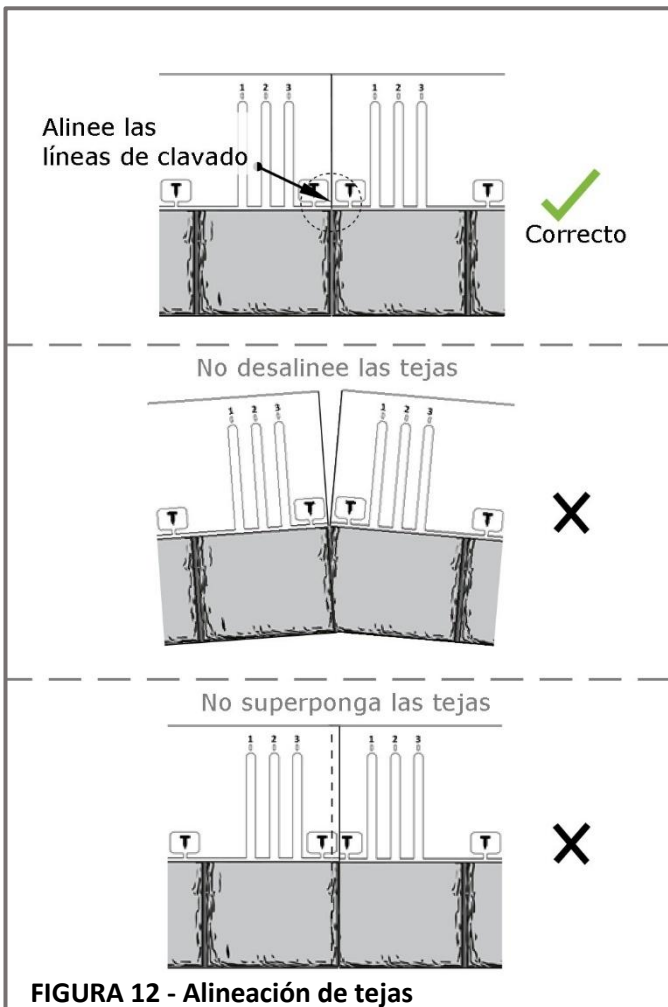

FIGURA 12 - Alineación de tejas
- Al instalar tejas lado a lado, asegúrese de que los bordes queden al ras para que la hilera quede recta. Es importante asegurar que las líneas de clavado sean rectas y coincidan en las tejas unidas a tope. Es incorrecto desalinearse o superponer las tejas. Vea la **Figura 12**.